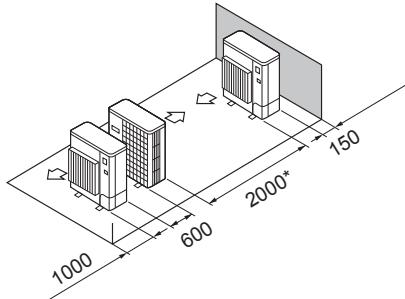

Fig. 2-17
⑤ Opstelling met één parallel apparaat (Fig. 2-17)